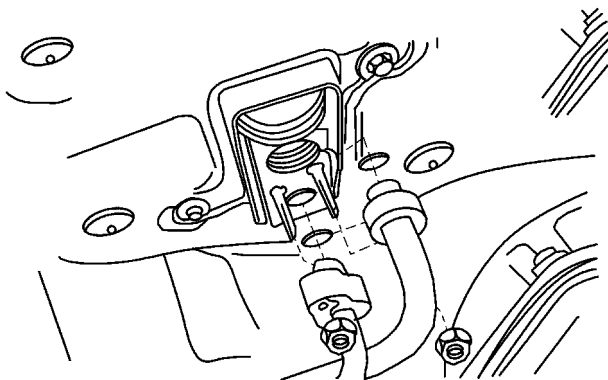

图 5-39 拆卸吸入软管和液管管板
3) 按照图 5-39 所示，从前围板上拆卸吸入软管和液管管板的固定螺钉。